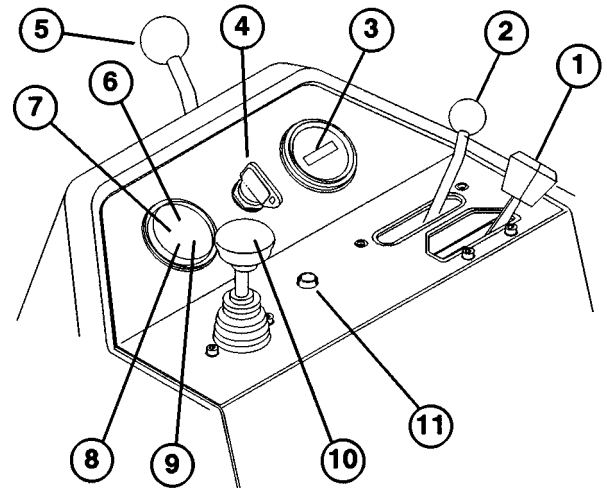

Fig. 10
**Gasregulator** (Fig. 10)—Gasregulatoren bruges til at regulere motorens hastighed. Når gasregulatoren føres mod "HURTIGT" (FAST), øges motorens omdrejningstal; når gasregulatoren føres mod LANGSOMT (SLOW), mindskes motorens omdrejningstal.
**Funktionshåndtag** (Fig. 10)—Giver to (2) manøvreringsvalg og "FRISTILLING" (NEUTRAL). Man må godt skifte fra klipning til transport og fra transport til klipning (ikke til fristilling), mens Greensmaster 3200-D maskinen er i bevægelse. Det vil ikke medføre nogen beskadigelse.
**Timetæller** (Fig. 10)—Registrerer det totale antal timer, maskinen arbejder. Timetælleren træder i funktion, hver gang tændingsnøglen tilsluttes (ON).
**Tændingskontakt** (Fig. 10)—Sæt nøglen i kontakten og drej den med uret til "START" for at starte motoren. Slip nøglen, så snart motoren starter; nøglen bevæger sig så til "TILSLUTTET" (ON) stilling. Drej nøglen mod uret til "AFBRUDT" (OFF) for at standse motoren.
**Låsearm til styrehåndtag** (Fig. 10)—Drej armen bagud for at udløse den. Løft eller sænk derefter styrehåndtaget, så det er i en behagelig stilling. Drej så armen fremad for at
**Kontrollampe for kølevæsketemperatur** (Fig. 10)—
(Fig. 10)—Hvis motoren afbrydes, fordi temperaturen bliver for høj, skal man trykke på omløbsknappen og holde den nede, mens maskinen kan flyttes til et sikkert sted, hvor den så skal have lov til at køle af.
**Gløderørlampe** (Fig. 10)—Når denne lampe lyser, betyder det, at gløderørene er aktiverede.
**Batteriadvarelselampe** (Fig. 10)—Lampen lyser, hvis batteriets opladning er lav.
**Kontrollampe for lavt olietryk i motoren** (Fig. 10)—Lampen lyser, hvis motorens olietryk er faldet under et sikkert niveau.
**Løfte/sænke/klippe-håndtag** (Fig. 10)—Hvis håndtaget føres fremad under kørslen, sænkes klippeenhederne og knivcylindrene begynder at dreje. Føres håndtaget bagud, standser knivcylindrene og klippeenhederne løftes. Under kørslen kan knivcylindrene standses ved at trække håndtaget bagud et øjeblik og så slippe det. Knivcylindrene startes igen ved at føre håndtaget fremad.